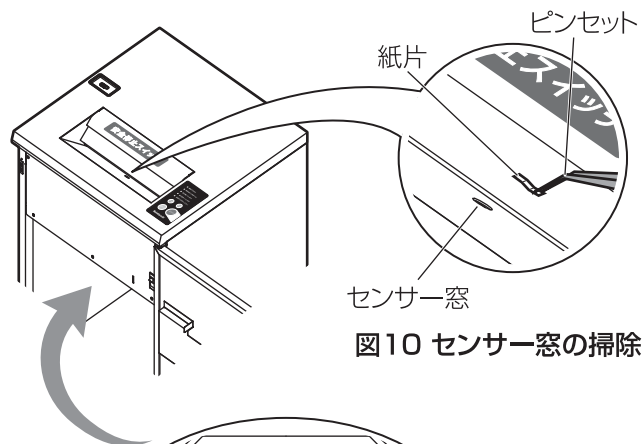

図10 センサー窓の掃除
<p>●細断が終了しても刃物が止まらない</p> <ul style="list-style-type: none"> 投入口④に細断紙片が残っていませんか?……………投入口④のセンサー窓に残っている細断紙片を、ピンセット等を使って取り除いてください。…………… P5 図1/P15 図10